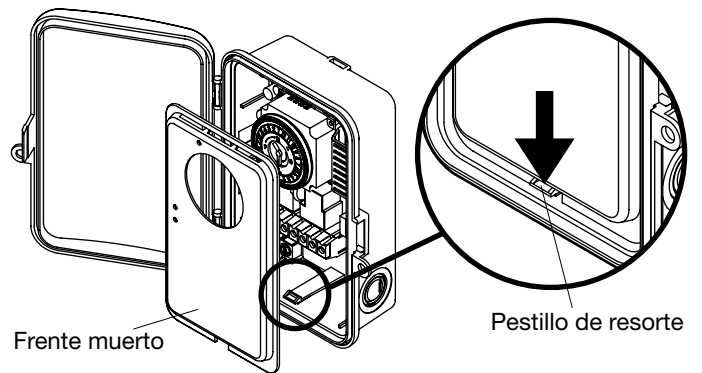

FIG. 3 Extraer el frente muerto
2. Abra la puerta y extraiga el frente muerto soltando el pestillo de resorte en la base. Consulte FIG. 3.